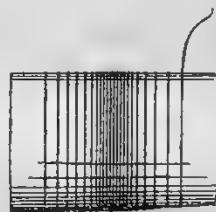

Рис. 6. Дроссель с равномерно распределенной емкостью.
2. Намотка устраивается имеющей постепенно уменьшающийся шаг (см. рис. 6).